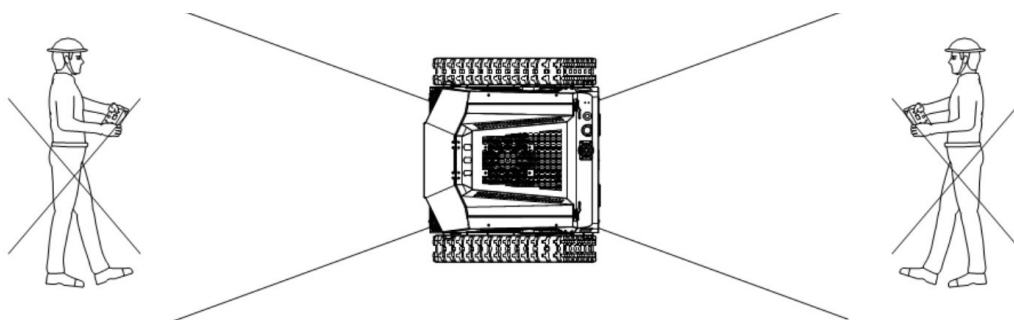

Рисунок 4 – Запрещённые зоны нахождения оператора
- Оператор должен находиться на безопасном расстоянии (не менее 3 м) и не должен стоять перед косилкой и позади неё (рисунок 4).